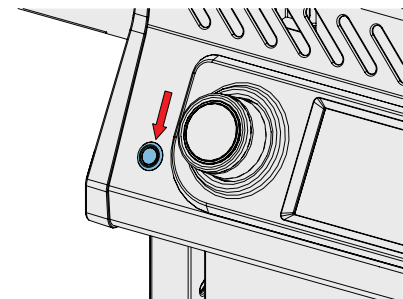

Fig. 2
3. Druk op de **AAN/UIT-schakelaar**. (Fig. 2)